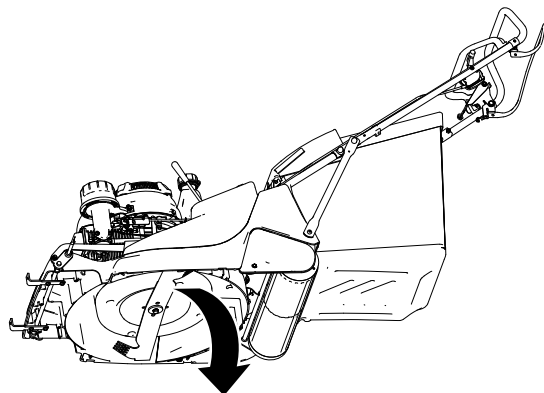

Figura 9
4. Abbassate la macchina con cautela (Figura 9).